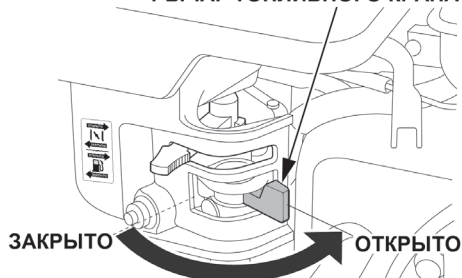

Рис. 15 Рычаг топливного крана
4. Откройте топливный кран переводом рычага вправо (Рис. 15).